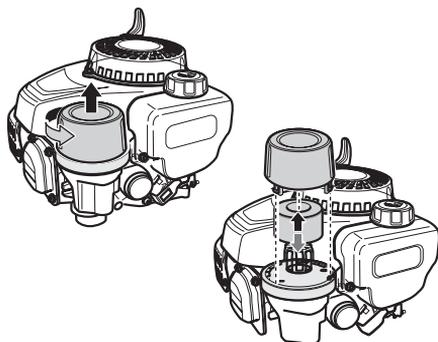
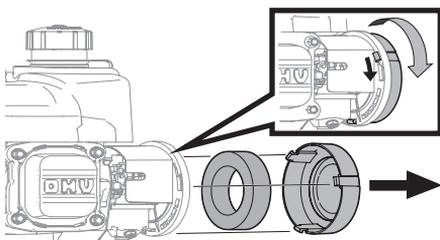

Figure 9
Figure 10
1. Tournez le couvercle du filtre vers la gauche et soulevez-le (moteur de 79 cm3 et 132 cm3, Figure 9) ou retirez-le de la base du filtre (140cc, Figure 10).